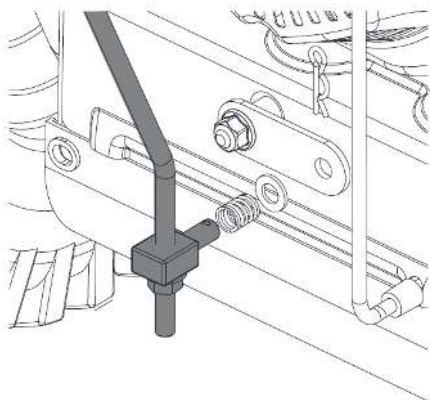

Рис. 10
1. Установите тягу механизма переключения скоростей, вставив ее в кронштейн и закрепив шплинтом (рис. 10).